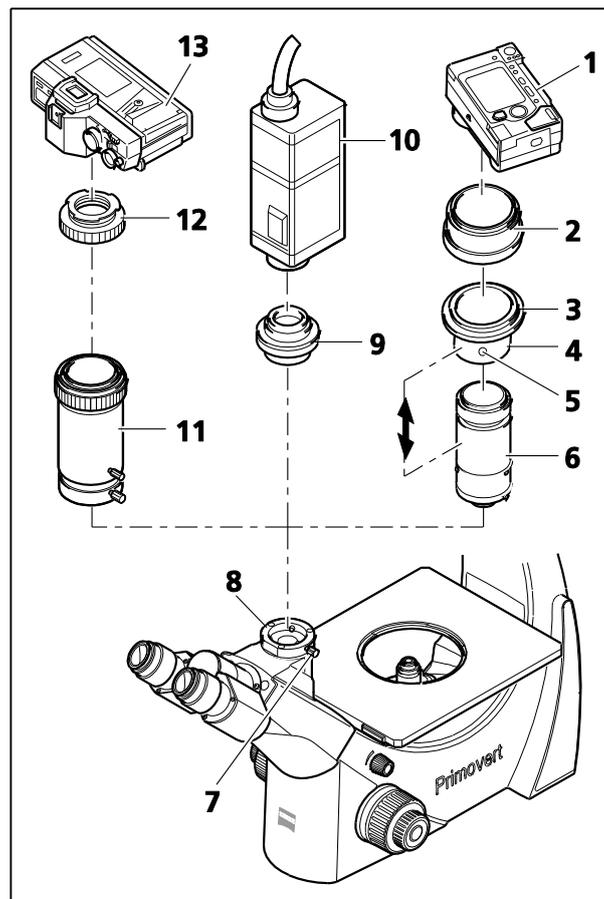

Fig. 22 Fixation de la caméra/appareil photo
- Desserrer la vis de serrage (Fig. 22/7) et retirer le capuchon anti-poussière de du port de caméra/appareil photo (Fig. 22/8) du phototube binoculaire.
- Le support coulissant (Fig. 22/4), la bague adaptatrice de filetage M37/52 (Fig. 22/3) et le support d'objectif (Fig. 22/6) sont fournies préassemblées en tant qu'adaptateur pour appareil photo/caméra numérique P95 M37/52x0.75. Le schéma ci-contre présente l'unité démontée. En outre, il est possible de dévisser la bague adaptatrice de filetage M37/52 (Fig. 22/3) du support coulissant (Fig. 22/4) (non illustré) afin de pouvoir également fixer des appareils photo/caméras avec un filetage M37.
- Monter la bague adaptatrice (Fig. 22/2) (accessoire optionnel pour l'appareil photo correspondant) sur l'appareil photo/la caméra (Fig. 22/1) (voir le mode d'emploi de l'appareil photo).
- Visser l'unité composée du support coulissant (Fig. 22/4), de la bague adaptatrice de filetage M37/52 (Fig. 22/3) et de la monture d'objectif (Fig. 22/6) dans la bague adaptatrice (Fig. 22/2).
- Insérer l'appareil photo/la caméra avec l'adaptateur dans le phototube jusqu'à ce qu'il s'arrête. L'aligner et le fixer avec la vis de serrage (Fig. 22/7).
- En fonction de l'équipement du microscope ou de la caméra ou appareil photo utilisé(e), il peut être nécessaire d'optimiser la distance entre l'objectif et le support d'objectif (Fig. 22/6) (voir la double flèche). Cette configuration sera nécessaire en particulier s'il est impossible d'obtenir une image non signée dans l'une des positions de zoom de l'objectif de la caméra/l'appareil photo. Pour ce faire, il convient de régler la caméra/appareil photo de la manière suivante :
- Desserrer la vis de réglage (Fig. 22/5).
- Zoomer l'objectif de la caméra/appareil photo depuis le grand angle (W) jusqu'à la position téléobjectif (T).
- Resserrer la vis de réglage (Fig. 22/5).
Les appareils photo/caméras avec un filetage de monture C doivent être connecté(e)s au phototube du microscope au moyen de l'adaptateur de caméra P95-C 2/3" 0.65x ou P95-C 1/2" 0.5x (Fig. 22/9).
- Introduire la caméra vidéo (Fig. 22/10) ou l'appareil photo réflex mono-objectif (Fig. 22/13) (en utilisant l'adaptateur T2 pour cet appareil (Fig. 22/12) ainsi que l'adaptateur correspondant (Fig. 22/9 ou 11) dans le phototube jusqu'à la butée, aligner-le et fixer-le avec la vis de serrage (Fig. 22/7).